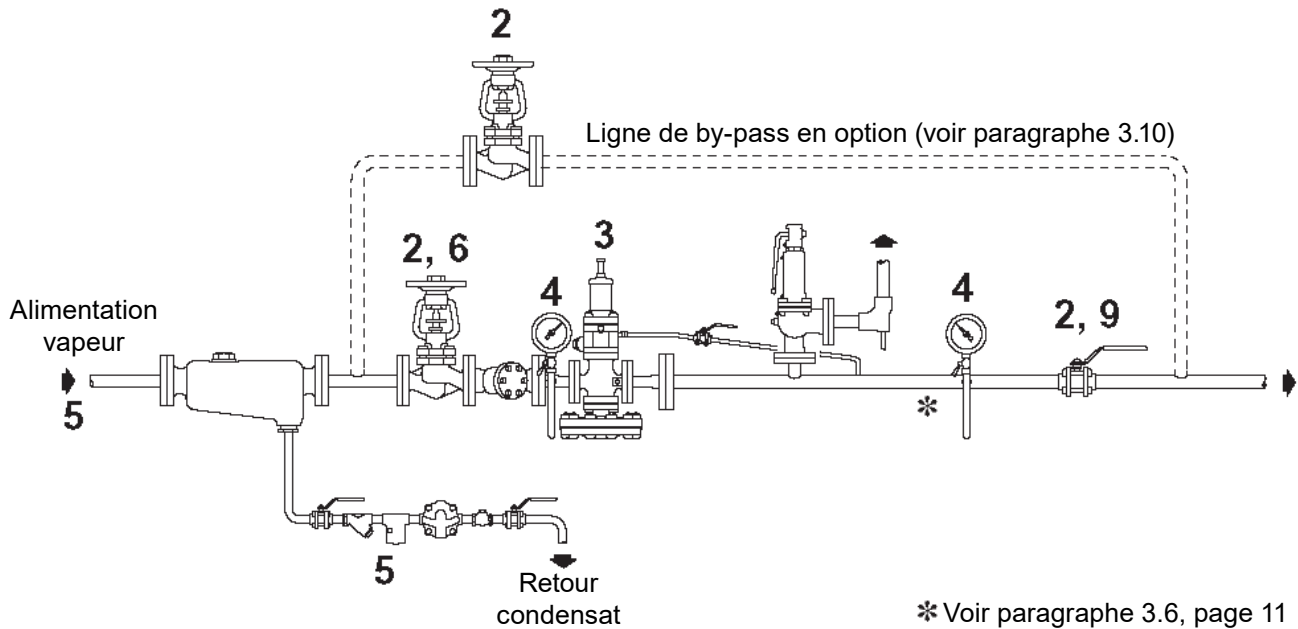

Fig. 8 - Procédure de réglage DP27, DP27E et DP27Y
S'il est essentiel de maintenir une alimentation de vapeur constante à l'intérieur du détendeur-régulateur, il peut être nécessaire d'installer un by-pass pour assurer la continuité de l'alimentation du système, lorsque le détendeur-régulateur est en entretien. (Fig. 8 et 9 page 17).
4.1 Procédure de réglage (Fig. 8 et 9)
DP27, DP27E et DP27Y (Fig. 8)